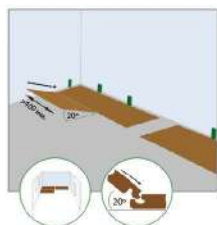

Рисунок 9
10. После формирования первого ряда приступаем ко второму ряду. Обратите внимание: профессиональные укладчики всегда монтируют ламинат в половину доски, то есть вид сверху должен напоминать кирпичную кладку стены в полкирпича. Тем не менее, в инструкциях допускается монтаж со смещением досок относительно друг друга минимум в 40 см (см. рис. 9). Укладка в «полдоски» позволяет равномерно распределить давление между панелями при расширении и сужении ламината. Панель второго ряда поднимается к другой панели под углом, вставляется в замок и защелкивается, при этом она должна составлять половину доски. Обратите внимание: пока ламинат не защелкивается на торцах, а только «примеряется».